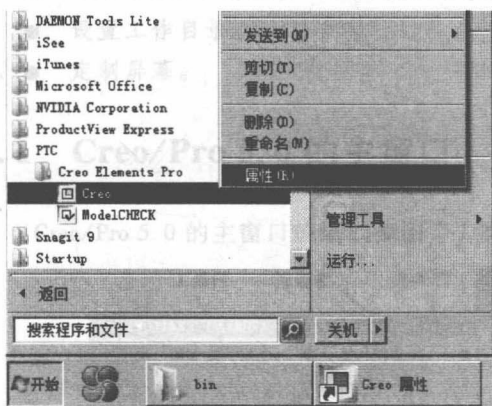

图 1-17 选择【属性】命令
(1) 在工作磁盘上新建文件夹，如“F:\qidong”。
(2) 在【开始】菜单中依次选择【开始】|【所有程序】|【PTC】|【Creo Elements Pro】，出现【Creo】选项，在【Creo】上单击鼠标右键，在弹出的快捷菜单中选择【属性】命令，如图 1-17 所示。